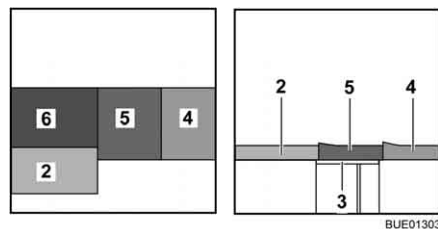

Fig. 126 Après la transformation
- Placer le coussin d'assise (Fig. 126,5) au centre.
- Placer le coussin de dossier (Fig. 126,4) entre le coussin d'assise et la cloison.